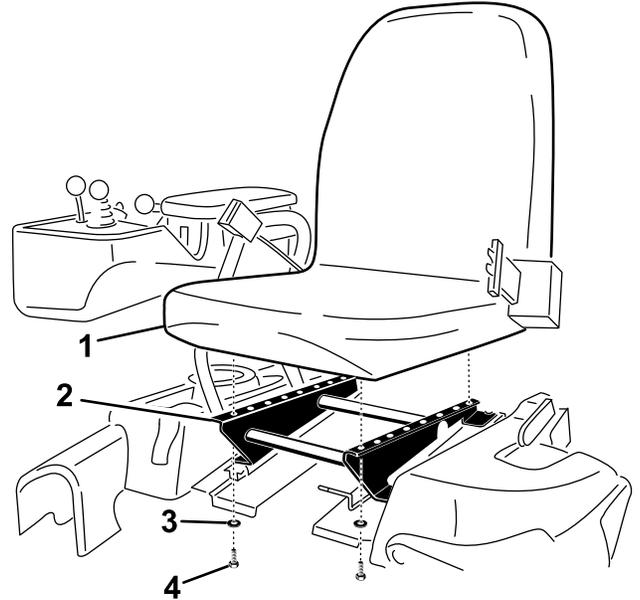

图4
3. 使用之前拆下的 4 个螺栓和垫圈将座椅固定到座椅底座上 图4。